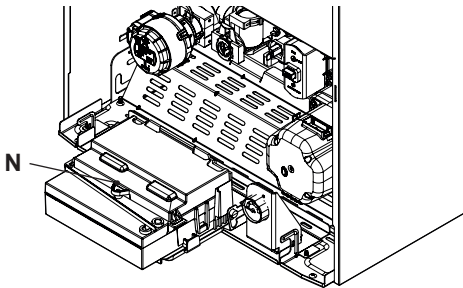

Figura 5.6
- Individuare il coperchio copri morsettiera **N** (Figura 5.6) rimuovere le viti di tenuta ed aprirlo.